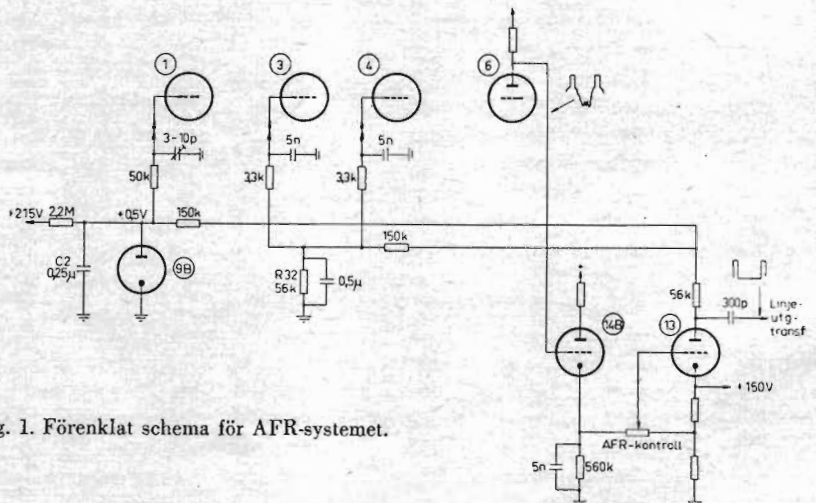

Fig. 1. Förenklat schema för AFR-systemet.
Ett förenklat schema för AFR-systemet visas i fig. 1. Från videorörets (6) anod uttages signal till videoseparator och AFR-system (rör 14). Trioden B i rör 14 är ledande endast under synkpulstiden och därvid uppladdas katodkondensatorn på 5 nF till en spänning, som ligger några volt högre än synkpulstopparnas nivå (ca 180V) vid videorörets anod (rör 6). En del av denna spänning (ca 150 V) över katodkon-